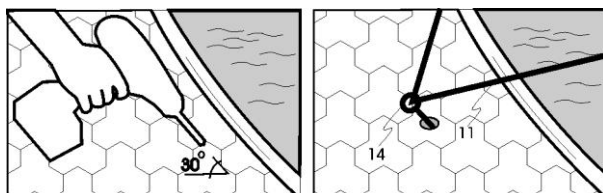

Abb. 2.5
In den Bodenbelag werden Löcher Ø 6mm im Winkel von ca. 30-45° gebohrt, in welche dann beim Spannen der Folie die am Gummiseil (11) hängenden Ringbolzen (14) eingesteckt werden (Abb. 2.5).